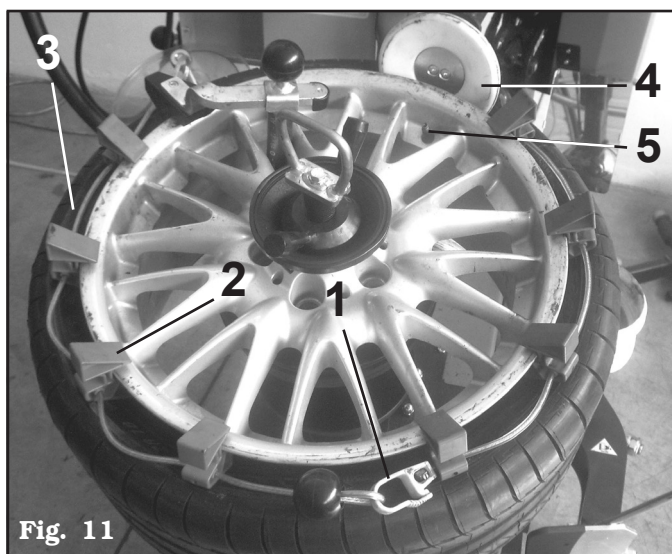

Fig. 11
5 - Crocher la rallonge pousse-talons (# G1000A36) (**Fig. 11 réf. 1**) au câble avec entretoises (# B1459200) (**Fig. 11 réf. 2**).
a) Câble avec entretoises (**Fig. 11 réf. 2**) installé pour au moins la moitié de la circonférence de la jante (**Fig. 11 réf. 3**).
Rouleau décolle-talons (**Fig. 11 réf. 4**) en correspondance de la vanne de gonflage (**Fig. 11 réf. 5**).
SEULEMENT POUR G1000A67 ET G1000A124: POUR JANTES AVEC UN DIAMÈTRE AU-DESSUS DE 20" UTILISER LA RALLONGE POUSSE-TALON (# G1000A36) ET L'ACCROCHER À L'ENTRAINEUR (POUR G1000A67) OU AU CÂBLE AVEC ENTRETOISES (# B1459200 POUR G1000A124). POSITIONNER COMME REPRÉSENTÉ DANS LA FIG. 11.